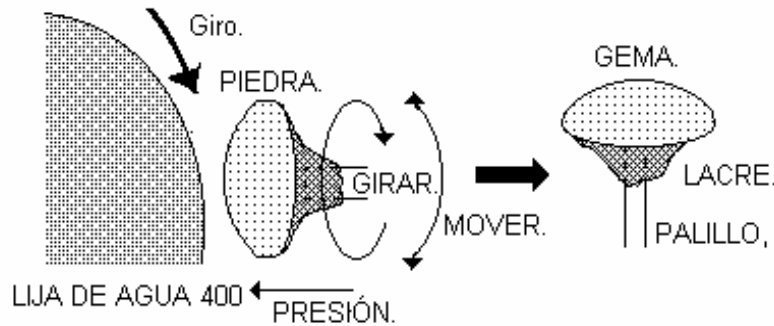

Figura 21: Segundo paso de lijado de la piedra.
B) Se emplea una **lija 400x de agua**, siguiendo un proceso similar al anterior, moviendo y girando la roca, así como enjuagando la roca y mojado la lija, hasta que se rote el mínimo de imperfecciones (**Figura 21**).